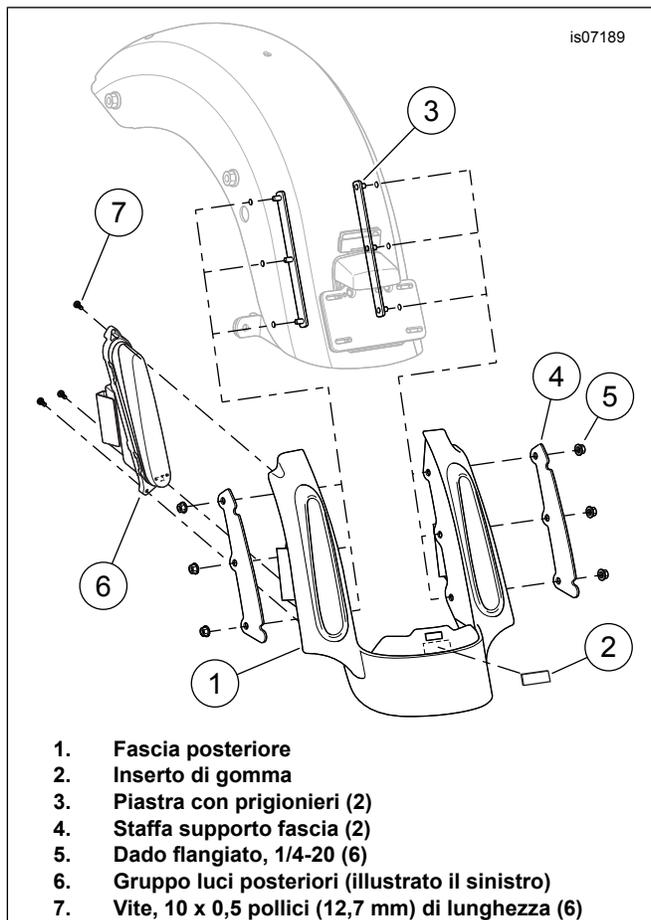

Figura 4. Installazione della fascia posteriore
4. Vedere la figura 4. Rimuovere il rivestimento dal supporto adesivo dell'inserto in gomma da 44,5 x 19 x 1,6 mm (x pollici) (2).
5. Posizionare l'inserto al centro della fascia (1), appena sotto la fessura come mostrato, e premere saldamente in posizione.
8. Inserire tre prigionieri di una piastra con prigionieri (3), da sotto il parafrangente, attraverso i fori del parafrangente e la fascia su un lato.
10. Installare tre dadi flangiati (5) senza stringere sulle filettature dei prigionieri.